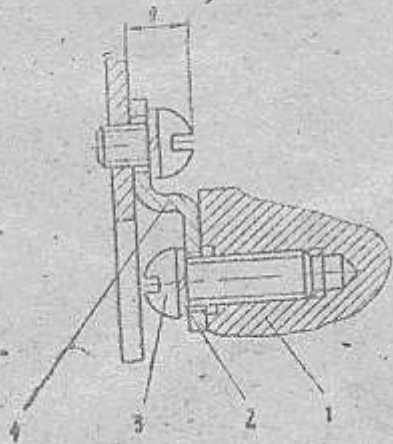

Рис. 3. Крепление прибора на месте установки:
5. Прибор крепить на месте установки вертикально, кабельным вводом вниз, четырьмя винтами М6×16 непосредственно или с помощью переходной панели, как показано на рис. 3.